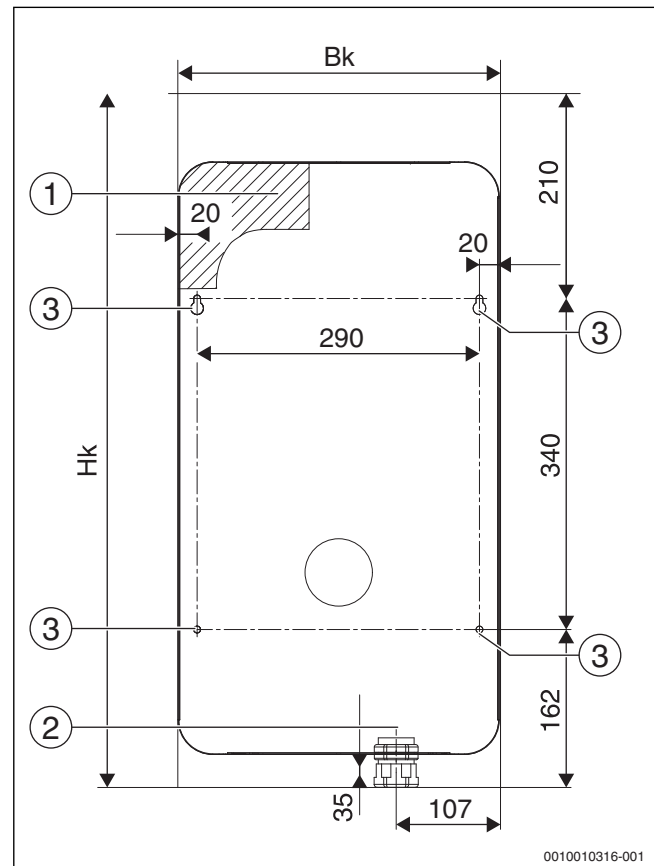

Bild 9 Abmessungen der Bohrungen für das Befestigen des Heizkessels an der Wand und für das Versorgungskabel beim Heizkessel Tronic Heat 3500 4-12 kW
- ▶ Positionen der Bohrlöcher für die Montageplatte anzeichnen. Für das Befestigen können Sie die beigefügte Schablone verwenden (→ Bild 9, Seite 14, [1])